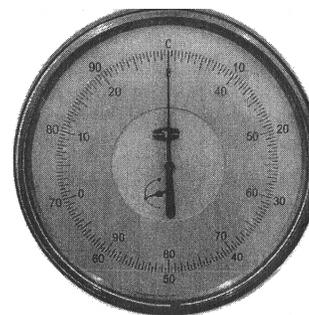

Рис. 5.2
5.4.1. Поместите образец для испытания на стол, удостоверьтесь, что образец лежит ровно, и вращайте ручное колесо по часовой стрелке, чтобы поднять стол. После контакта образца с индентером, продолжайте вращать колесо до тех пор, пока маленькая стрелка не сравняется с красной точкой и большая стрелка с точками С или В. Смещение должно быть меньше чем +5 делений. Двиньте ручку настройки для того, чтобы большая стрелка сравнялась с С или В, смотрите рис. 5.2 В другом случае начните тест заново